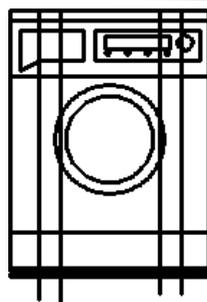

图 17.6.23 调整直线长度
Step14. 通过编辑命令调整直线的长度，完成后如图 17.6.23 所示。